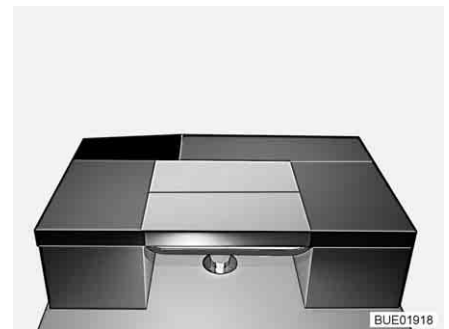

Bild 124 Nach dem Umbau
- Das Rückenpolster der Sitzbank quer auf den Tisch legen (siehe Bild 124).